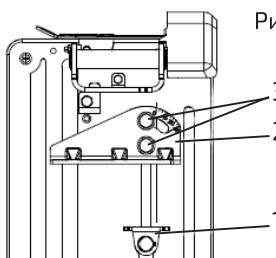

Рис. 7
1. Ослабить рукоятку тисков и отвести зажим тисков (1) назад от регулируемого упора (2) (рис. 7).
2. Ослабить два болта (3) регулируемого упора гаечным ключом 17 мм.
3. Повернуть регулируемый упор (2) на требуемый угол между 0° и 45°.
4. Затянуть два болта (3).
5. Зажим тисков (1) автоматически выровняется с углом заготовки при фиксации заготовки в нужном положении.